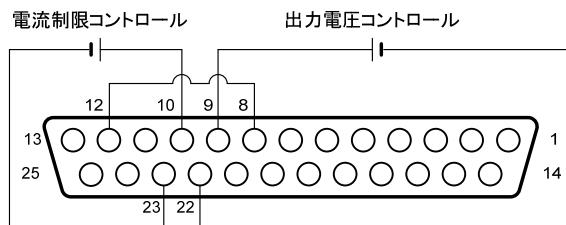

図 5-1 リモート電圧コントロール接続 (J1 コネクタはリアパネルから見た図)
- (3) SW1-3 を用いて電圧コントロールレンジの選択をしてください。
- (4) SW1-7 と SW1-8 が確実に DOWN(初期設定:下向き)になっていることを確認してください。
- (5) J1-8、J1-12 の端子間を短絡してください。
- ◆ 詳細は、図 5-1、および「3-4-1. J1 コネクタの機能およびピン配列」の図 3-8、表 3-2 を参照してください。
- (6) 図 5-1 に示すように外部電源を J1 端子に接続してください。その際には極性を確認の上、接続してください。